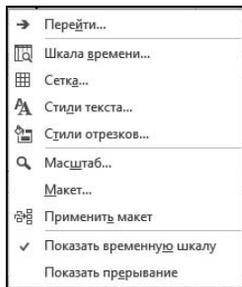
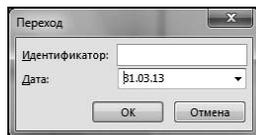

Рис. 4.36. Контекстное меню представления **Календарь**
Рис. 4.37. Пример окна управления переходом к выбранной задаче или дате
2. Поместить указатель мыши на заголовок поля нужной даты и сделать щелчок правой кнопкой мыши. В открывшемся контекстном меню, вид которого показан на рис. 4.36, выбрать команду **Перейти**. Пример открываемого при этом окна показан на рис. 4.37. Оно позволяет перейти к выбранной задаче (путем ввода ее идентификатора) или к выбранной дате.
Для работы с данными и форматирования стиля отображения данных в представлении **Календарь** можно использовать команды области **Формат** (она находится на контекстной вкладке **Инструменты календаря**) или контекстное меню, которое открывается щелчком правой кнопкой мыши в поле рассматриваемой формы. Вид контекстного меню показан на рис. 4.36.